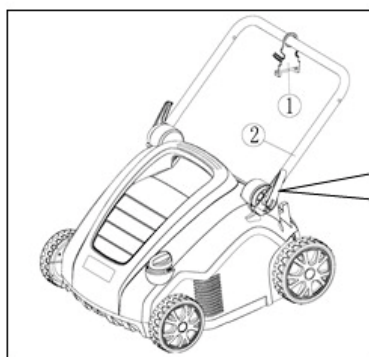

Рис. 2-1
1. Закрепите крюк для кабеля (рис. 2-1 поз. 1) на рукоятку (рис.2-1 поз. 2).